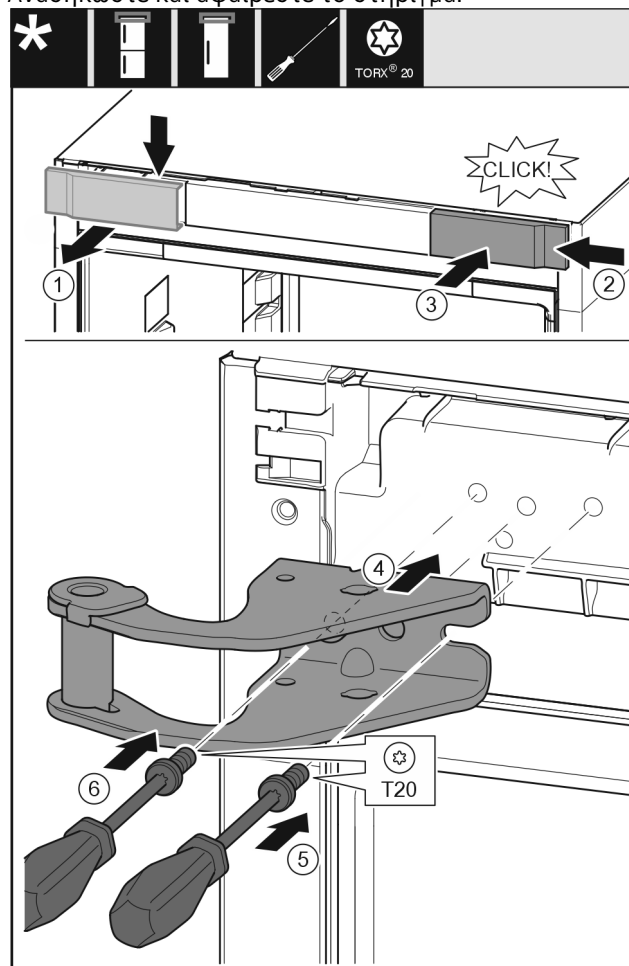

Fig. 10
- ▶ Αφαιρέστε το κάλυμμα από επάνω προς τα εμπρός. Fig. 10 (1)
- ▶ Αναρτήστε το κάλυμμα υπό γωνία 180° στην άλλη πλευρά από δεξιά. Fig. 10 (2)
- ▶ Κουμπώστε το κάλυμμα. Fig. 10 (3)
- ▶ Τοποθετήστε το επάνω στήριγμα. Fig. 10 (4)
- ▶ Τοποθετήστε τη βίδα με κατσαβίδι T20 και σφίξτε τη. Fig. 10 (5)
- ▶ Τοποθετήστε τη βίδα με κατσαβίδι T20 και σφίξτε τη. Fig. 10 (6)